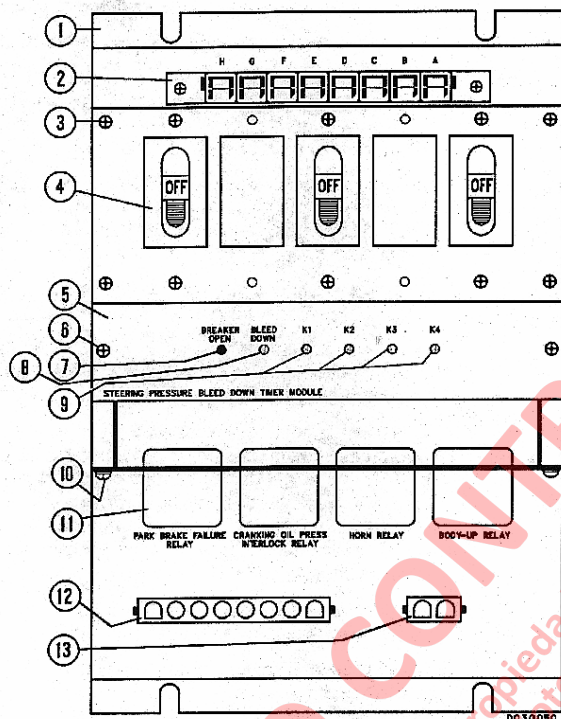

FIGURA 3-6. TABLERO DE RELES TÍPICO
Cada tablero de relés de este tipo está equipado con cinco luces verdes (9, Figura 3-6) y una luz roja (7). Cuatro luces verdes están marcadas como K1, K2, K3 o K4. Estas luces se encenderán sólo cuando se activa ese circuito de control en particular y la bobina del relé es energizada. La luz no se encenderá si el tablero de relé no recibe una señal de 24 volts para activar un componente. Cada tablero tiene una quinta luz verde que tiene una función diferente en cada tablero.
1. Saque un tornillo (10, Figura 3-6) que sujeta la barra transversal en su lugar y suelte el otro tornillo.
3. Mueva suavemente y tire hacia afuera para sacar el relé (11).
5. Coloque la barra transversal en la posición original e instale el tornillo (10) que sacó y apriete ambos tornillos.
2. Saque los dos tornillos de montaje (6, Figura 3-6) y saque con cuidado desde el tablero de relés la tarjeta del panel de circuito.
4. Instale dos tornillos de montaje (6).